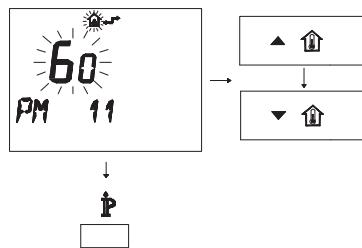

Рисунок 5.42
- Измените заданное значение при помощи кнопки **▲** или **▼** и подождите, пока заданная цифра не начнет мигать (Рисунок 5.42). Каждое изменение в сторону увеличения или уменьшения соответствует 1 секунде.